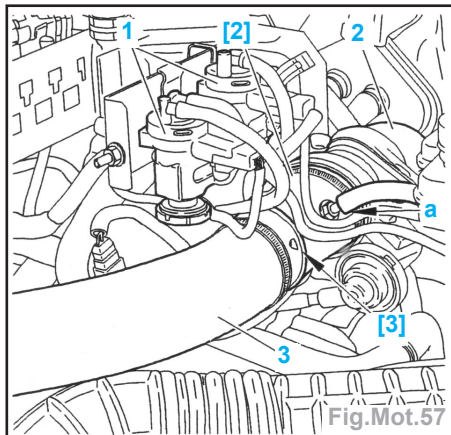

Fig.Mot.57
- Déposer le protecteur des électrovannes (1) (Fig.Mot.57).